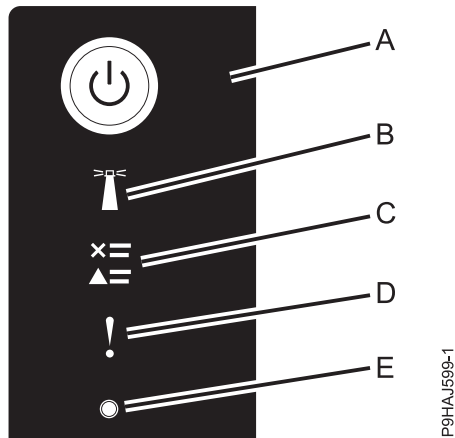

Abbildung 34. Anzeigen der Steuerkonsole
3. Drücken Sie den Netzschalter **(A)** auf der Steuerkonsole (siehe Abb. 34 auf Seite 36).